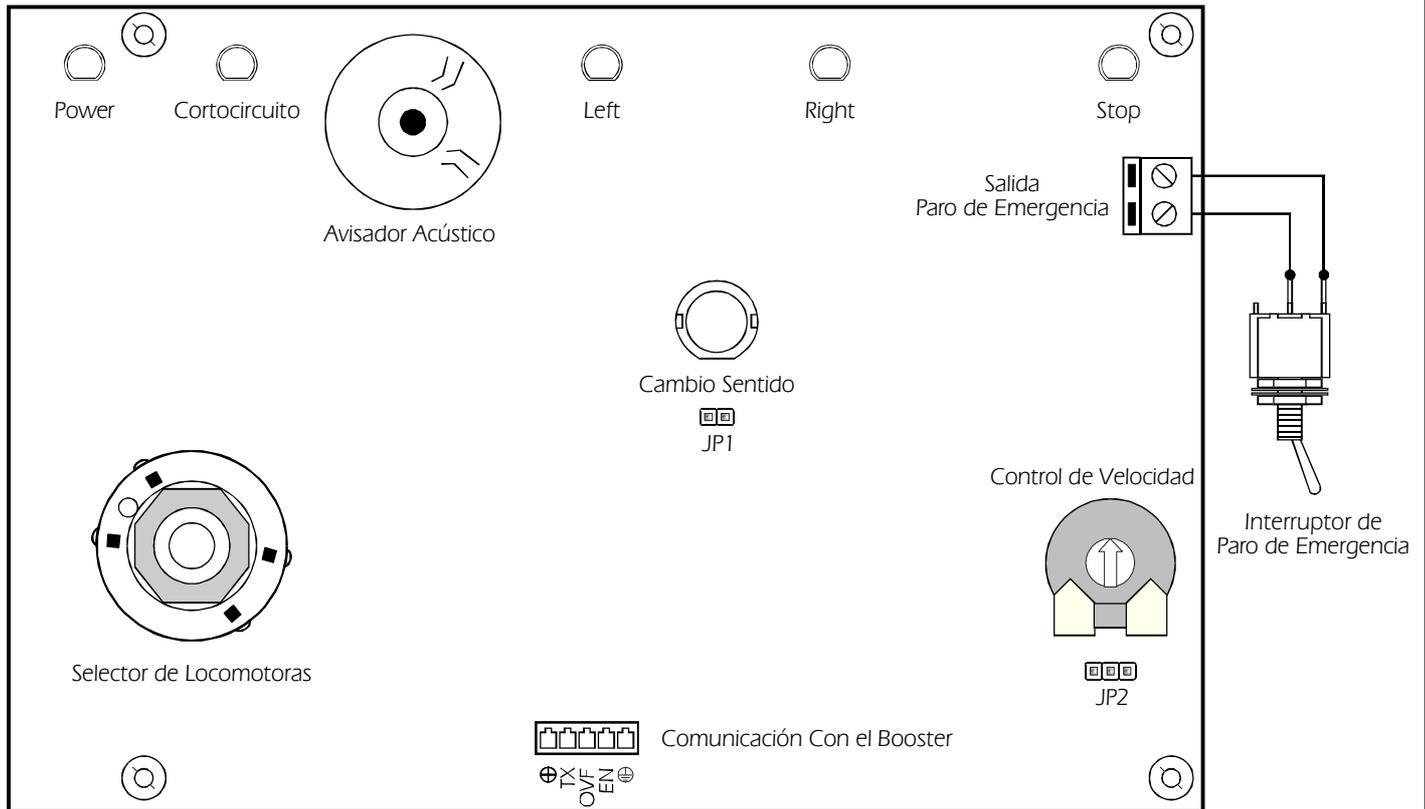

Fig. 4. Placa de Mando del MD-1.
Efectuadas las conexiones de alimentación y salida a vía, el módulo estará preparado para funcionar. Accione el interruptor de "Power", inmediatamente después los indicadores de la consola y el booster se iluminarán. Observe el dibujo de la fig.4. La función de cada indicador led es la siguiente:
Instale un interruptor para el Paro de Emergencia y un pulsador para el Cambio de Sentido, tal y como se muestra en la fig. 4. Evite que el cableado desde los bornes a estos dos componentes supere los 30 cm. de longitud máxima. Así mismo, intente que tanto el pulsador como el interruptor sean de calidad, ello denotará claramente el funcionamiento final del aparato.
**Cambio de Sentido.** El cambio de sentido se realiza mediante el pulsador incorporado en el MD-1. Si lo desea puede instalar un pulsador exterior. Para ello, extraiga los dos cables de conexión de la pieza o jumper JP-1. Observe la fig. 4. Procure no exceder de 60 cm. la longitud máxima de cableado.